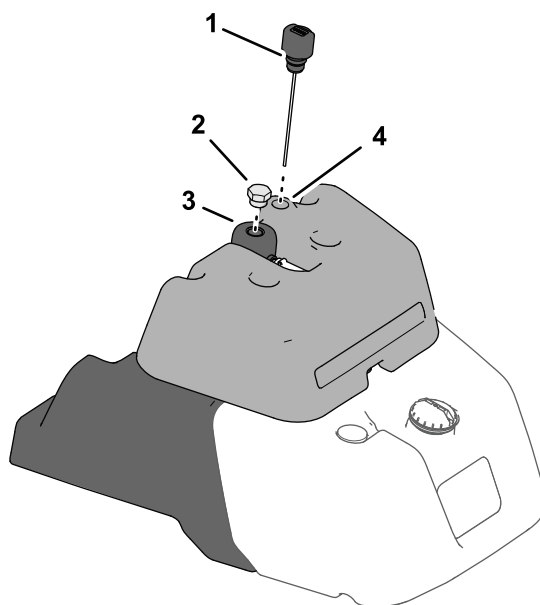

Рисунок 37
- Если на вашей машине есть указатель уровня топлива в верхней части топливного бака, найдите масломерный щуп гидравлической системы в верхней части бака системы обнаружения утечек (Рисунок 37) и перейдите к пункту 3.